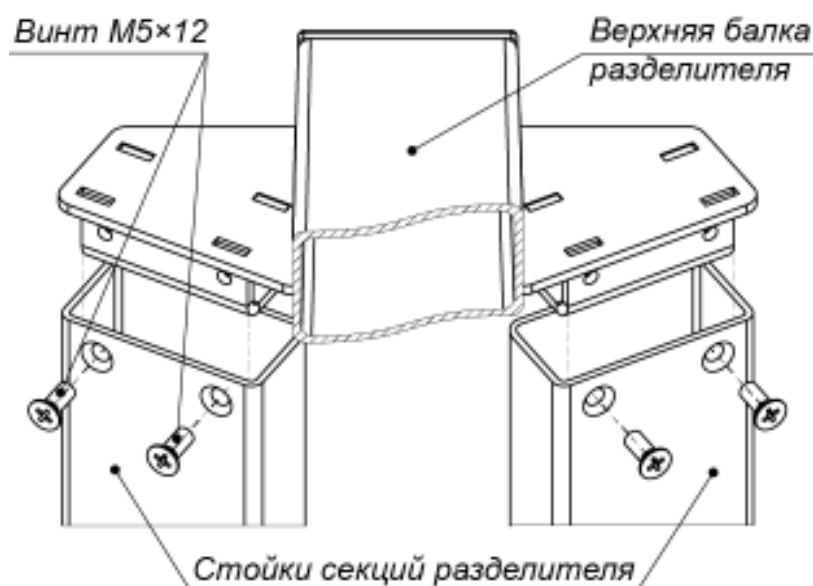

Рисунок 12. Установка верхней балки разделителя
7. Распакуйте секции разделителя (5) и верхнюю балку разделителя (8) (ящик №6).
- Установите обе секции разделителя (5) на установочную поверхность, ориентируя отверстия в опорных фланцах по расположению анкерov.
9. Установите верхнюю балку разделителя в стойки разделителя и зафиксируйте ее винтами М5×12 (8 штук), входящими в сборочно-монтажный комплект (рис. 12).